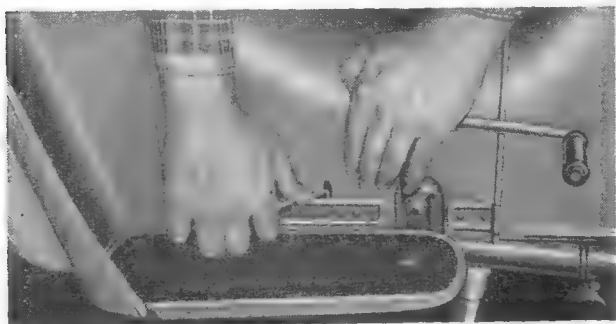

Bild 5. Abnahme des Motortunnels
2.13 Abnahme des Motortunnels (Bild 5)